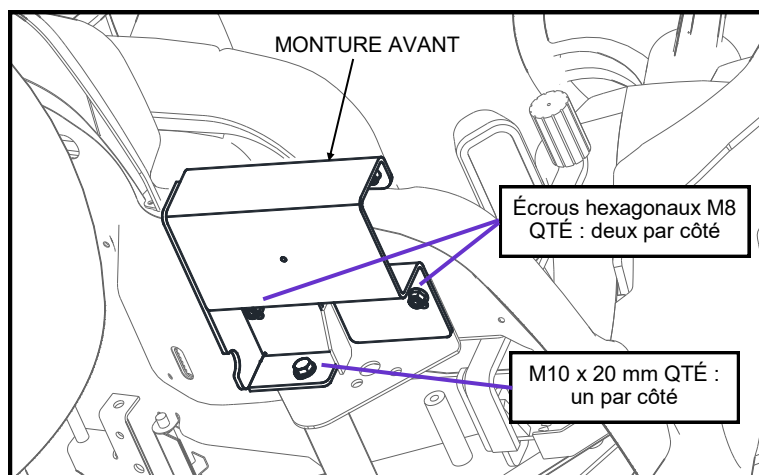

Figure 1.4 : Montures avant (côté droit illustré)
- 1.4 Comme illustré à la figure 1.4, de chaque côté du véhicule, retirez et conservez les deux écrous M8 fixant l'aile au cadre et le boulon M10 fixant le montant latéral au cadre. **REMARQUE :** sur le côté droit, un boulon M10 est vissé dans un trou fileté du cadre; sur le côté gauche, il y a un boulon M10 et un écrou.